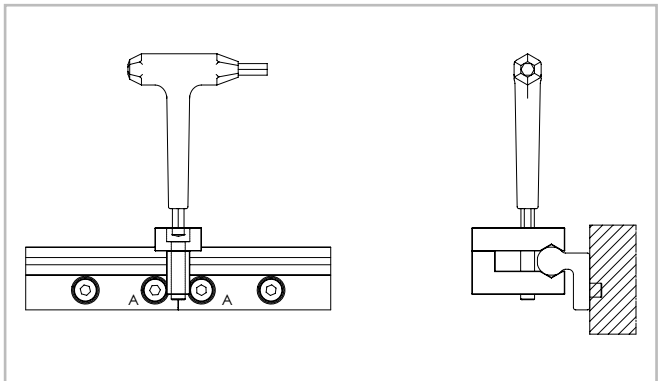

Abb. 29
- (3) Platzieren Sie die Fluchtvorrichtung am Schienenstoß und ziehen Sie beide Einstellschrauben gleichmässig an, bis die Laufbahnen ausgerichtet sind (s. Abb. 29).
- (4) nach dem vorangegangenen Schritt (3) ist zu prüfen, ob beide Schienenrückseiten plan auf der Montagefläche aufliegen. Sollte sich dort ein Spalt gebildet haben, so ist dieser zu unterlegen.